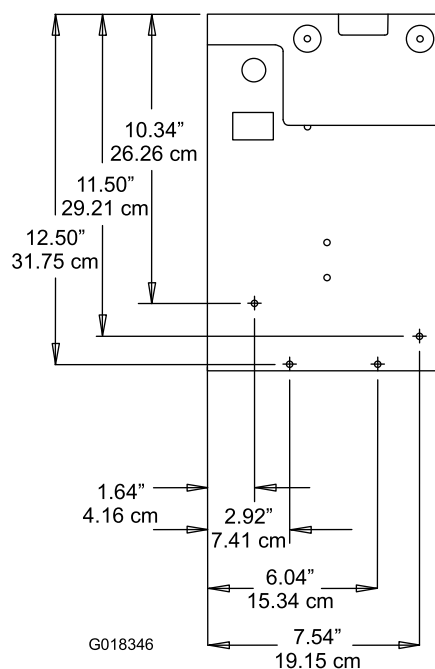

Figura 6
10. Servendovi delle quote in Figura 6, individuate la posizione corrispondente nel telaio, contrassegnatela e praticate nella medesima (4) fori con diametro di 0,713 cm.